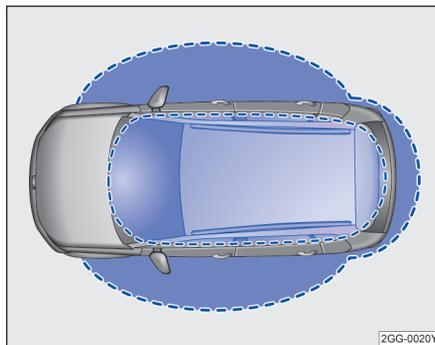
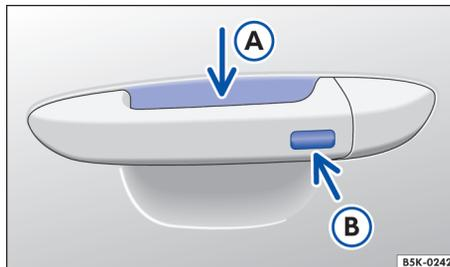

图 50 无钥匙进入闭锁/启动系统：工作范围
图 51 无钥匙系统 Kessy：车门拉手上的传感区。
Kessy 是一种无钥匙系统，它可以实现在不操作遥控钥匙的情况下解锁或锁止汽车。操作者只需随身携带一把有效遥控钥匙，并处于车门或行李厢盖的有效感应区域内→图 50，同时触摸车门拉手上的传感区之一→图 51 或按压行李厢盖上的按钮即可实现。
如果有一把有效遥控钥匙在有效感应区域→图 50 内，则无钥匙系统 Kessy 会将访问权限授予该钥匙。紧接着可以在不主动操作遥控钥匙的情况下执行以下功能：
- 抓住车门拉手 → 图 51 (箭头 A)。
- 触摸车门拉手上的传感区 → 图 51 (箭头 B) 一次。汽车锁止。
如果在行李厢盖的有效感应区域 → 图 50 有一把有效的遥控钥匙。
- 要便捷关闭所有电动车窗和天窗，请用手指按住车门拉手上的传感区 → 图 51 (B) 几秒钟。
- 松开传感区 (B) 即可中断该功能。如果在松开车门拉手上的传感区 (B) 后立即将手放入 (A) 内，则所有车窗停在原位 (安全功能)  → 第 64 页。
如果有水柱或水流从车门把手传感器→图 51(A) (箭头)处暂时移开,然后又移回(例如洗车时),则所有车窗均有可能打开→第 59 页,便捷功能。